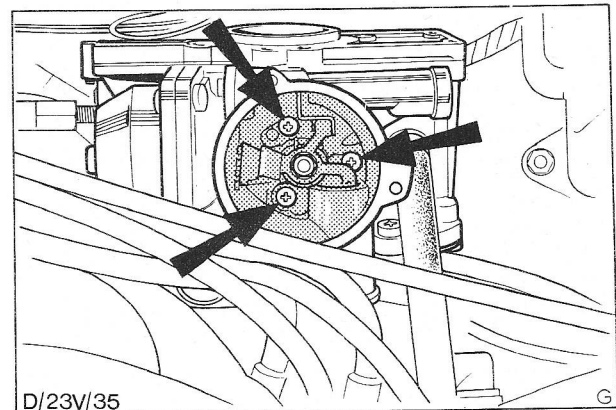

Fig. 73 Bevestigingsschroeven van chokehuis.
6. Verwijder de drie bevestigingsschroeven van het chokehuis en neem dit weg; Fig. 73.